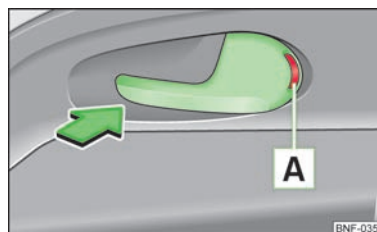

Fig. 11
- Premere la leva per l'apertura della porta nella direzione indicata dalla freccia, in maniera tale che il contrassegno rosso **A** sia visibile » fig. 11.
- Aprire la porta tirando una sola volta la leva per l'apertura della porta in direzione opposta a quella indicata dalla freccia » fig. 11.